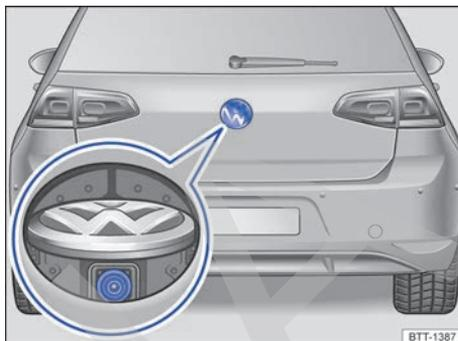

Fig. 141 En el portón del maletero: ubicación de la cámara del asistente de marcha atrás.
Una cámara incorporada en el portón del maletero → fig. 141 asiste al conductor al aparcar marcha atrás o al maniobrar. La imagen de la cámara se visualiza junto a unas líneas de orientación proyectadas por el sistema en la pantalla del sistema de infotainment montado de fábrica.
- ✓ La imagen tiene que ser fiable y clara, por ejemplo, se deberá tener buena visibilidad y la lente de la cámara deberá estar limpia → fig. 141.
Las imágenes de la cámara → fig. 141 (imagen ampliada) son solo bidimensionales. Por falta de profundidad espacial, es difícil o imposible apreciar en la pantalla las depresiones que pueda haber en el suelo, los objetos que sobresalgan del suelo o las piezas que sobresalgan de otros vehículos.
Mantenga la lente de la cámara → fig. 141 (imagen ampliada) limpia y libre de nieve y hielo: